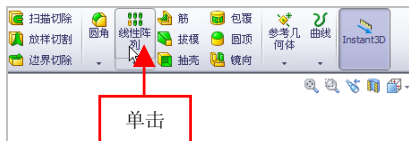

图 6-46 单击【线性阵列】按钮
(2) 在【特征】选项卡中，单击【线性阵列】按钮，如图 6-46 所示。